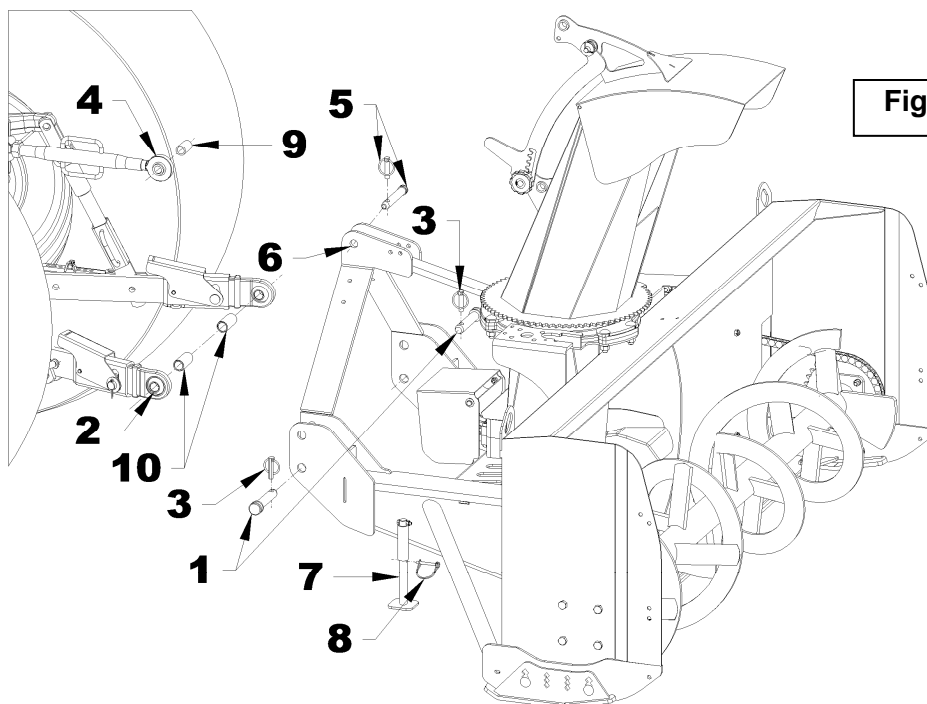

Figure 7
1. **Figure 7 :** Abaisser le pied de stationnement. Pour se faire, retirer la goupille de verrouillage ronde (item 8) du pied de stationnement (item 7), abaisser le pied de stationnement et insérer la goupille de verrouillage ronde (item 8) sous le tube de fixation.
2. **Figure 7:** Détacher le bras supérieur (item 4) en retirant la goupille à anneau et la goupille (items 5). Retirer la douille (item 9) si catégorie 2.
3. **Figure 7:** Détacher l'arbre à cardan du tracteur et attacher la chaîne de sûreté à la souffleuse pour l'entreposage.
4. **Figure 7:** Détacher les bras inférieurs (item 2) en retirant les goupilles à anneau (items 3) et les goupilles d'attache (item 1). Desserrer les bras anti-oscillation et avancer le tracteur lentement. Retirer les douilles (item 10) si catégorie 2.